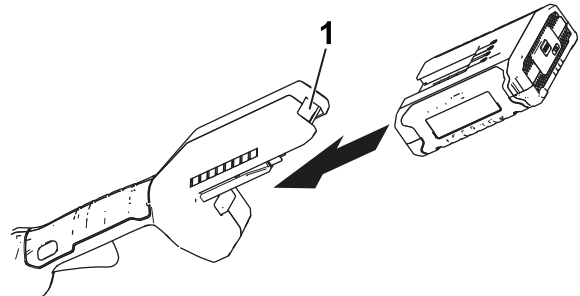

Bild 5
4. Schieben Sie das Akkupack in das Werkzeug, bis das Akku einrastet (Bild 5).